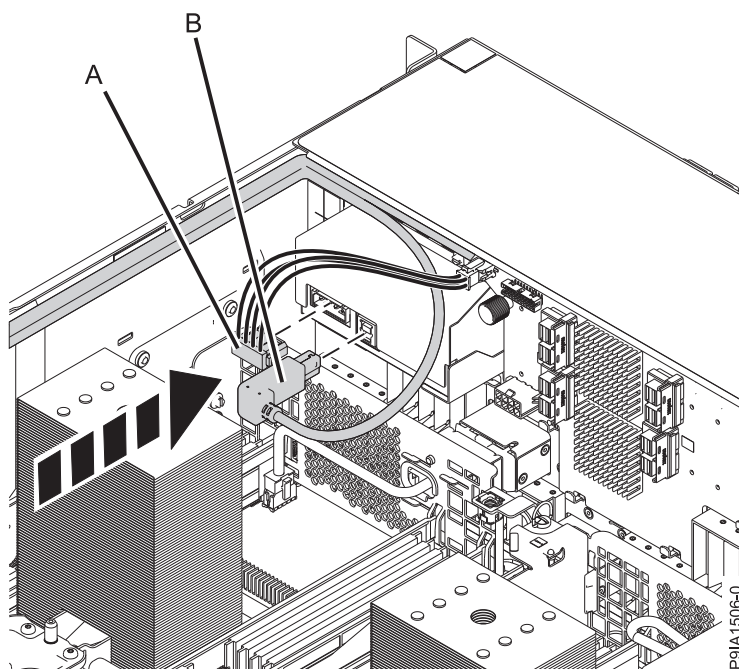

Figura 8. Conexión de los cables USB y de alimentación de la estación de acoplamiento RDX interna
estación de acoplamiento RDX interna (A) a la parte posterior de la nueva estación de acoplamiento interna RX, tal como se muestra en la Figura 8. Asegúrese de que el pestillo (C) del cable de alimentación RDX esté orientado hacia arriba en un sistema montado en bastidor, y hacia afuera en el caso de un sistema autónomo.